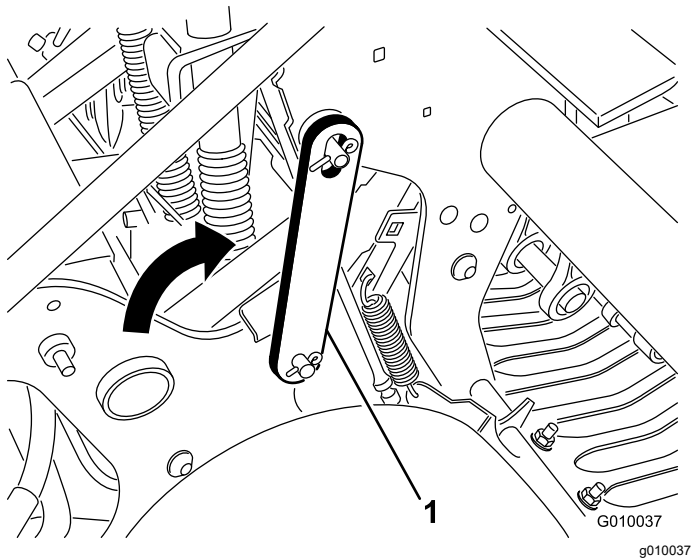

图 19
4. 向后转动检修门锁并将其插入打孔头销图 19。用锁紧环将门锁固定。